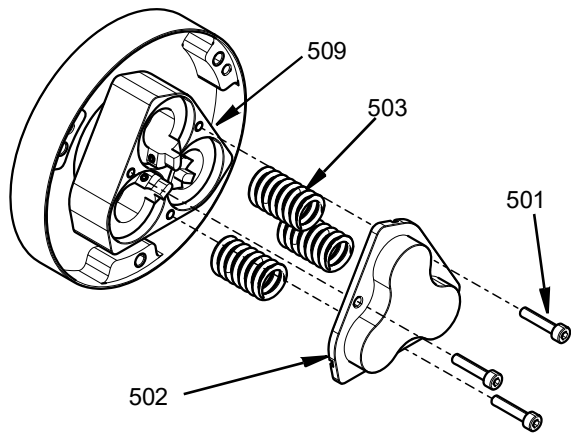

図 10
2. シャットオフバルブロッド (512) とピストン (506) にアクセスするには、まず3本のM4ネジ (501) を均等に取り外します。シリンダーカバー (502) とスプリング (503) が取り外せるようになります。以下を参照してください：図 10。